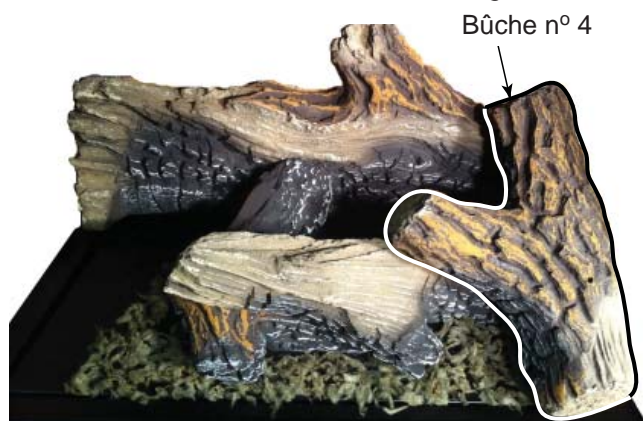

Figure 27
6. Placer la bûche n° 4 sur les bûches n° 2 et n° 3 en alignant les encoches situées sous la bûche n° 4 sur les saillies se trouvant sur les bûches n° 2 et n° 3. Appuyer l'extrémité avant de la bûche n° 4 sur le support de la tôle localisé dans le coin avant droit. *Figure 27*